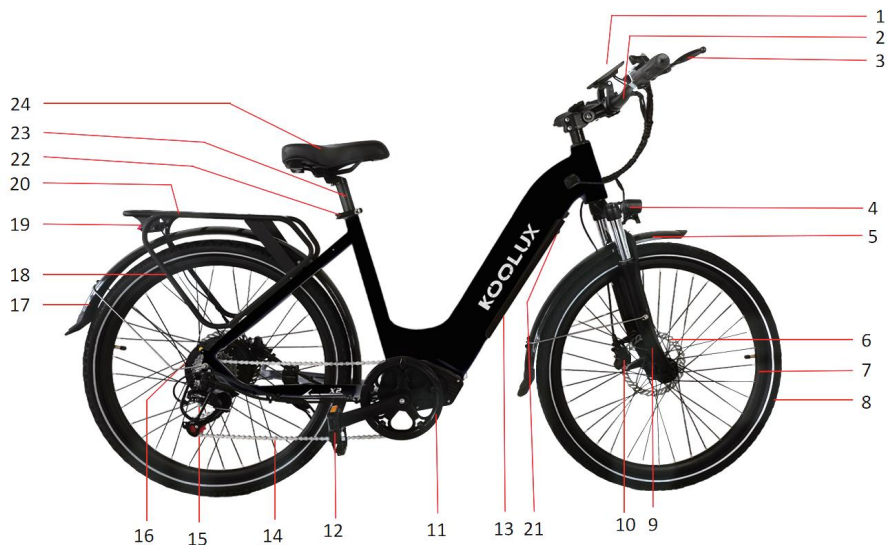

Abbildung 1 (Gesamtfahrzeugdiagramm)
(Bild 1)
1. Aufladen: Öffnen Sie die Plastikabdeckung des Akkus ab (Bild 1), schließen Sie das Ladegerät an, um den Ladevorgang zu starten. Wenn der Akku voll ist und die Anzeigelampe des Ladegeräts von rot auf grün wechselt, bedeutet dies, dass es vollständig aufgeladen ist.